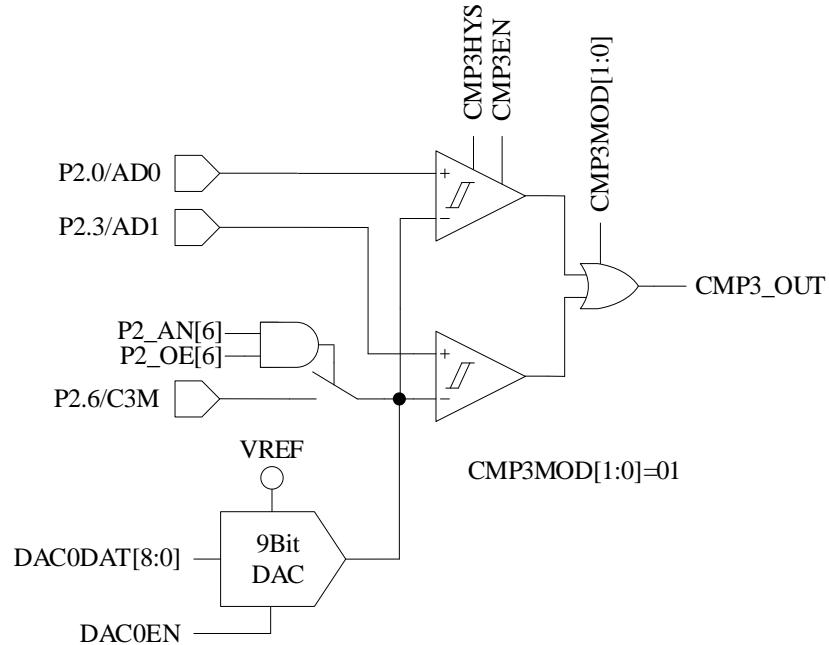

图 27-3 双比较器输入模式
- 配置 CMP_CR1[CMP3MOD] = 01，CMP3 为双比较器输入模式，具体输入输出端口及接法如图 27-3 所示